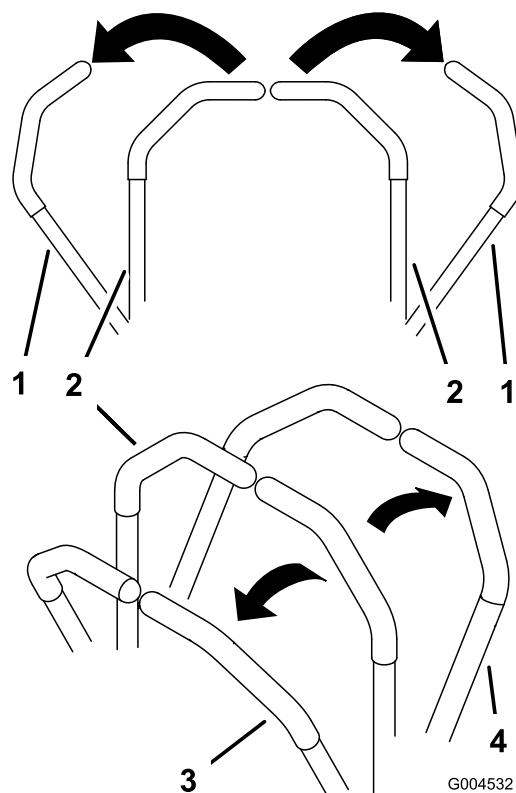

Figura 15
2. Per fare marcia avanti spingete lentamente in avanti le leve di controllo del movimento (Figura 15).
Per spostarvi in linea retta applicate una pressione identica su entrambe le leve di controllo del movimento (Figura 15).
Per girare, rilasciate la pressione sulla leva di controllo del movimento verso la direzione in cui volete voltare (Figura 15).
2. Per fare marcia indietro tirate lentamente indietro le leve di controllo del movimento (Figura 15).